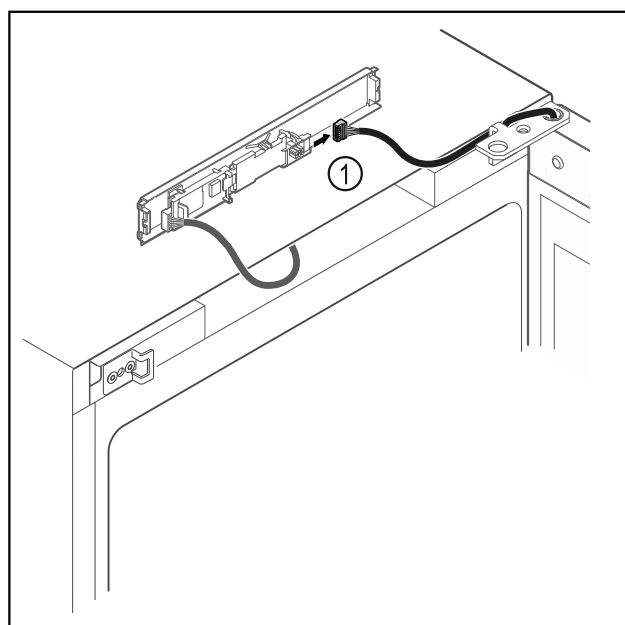

Fig. 14
- ▶ Отсоедините штекер Fig. 14 (1) от панели